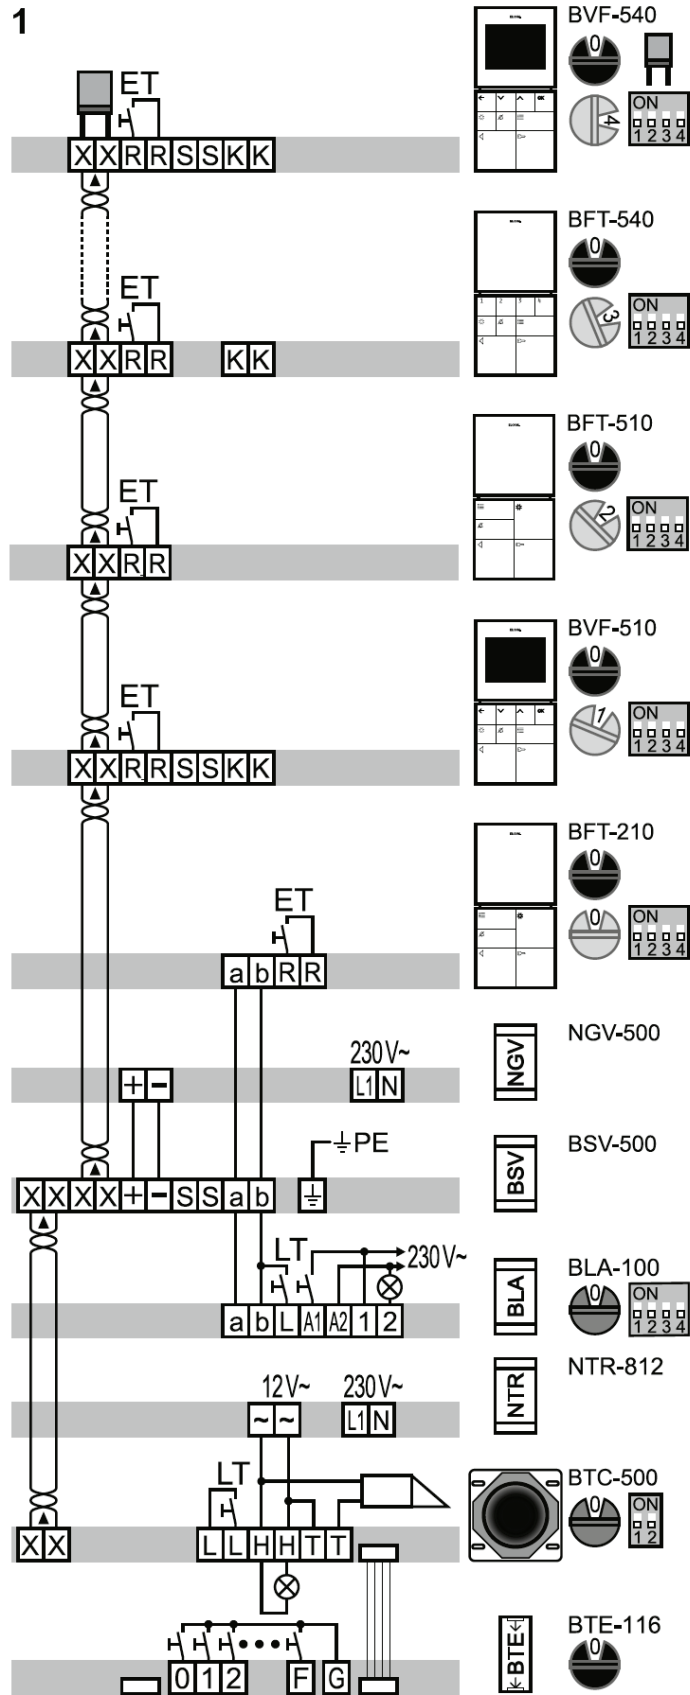

Bild: 1
Haustelefon anschließen (Bild 1)
- Haustelevone gemäß Anschlussplan (Bild 1) anschließen.
-  Bei einer Durchgangsstruktur wird die Busleitung X/X von einem Haustelevone zum anderen Haustelevone geschleift (Bild 1 und 2).